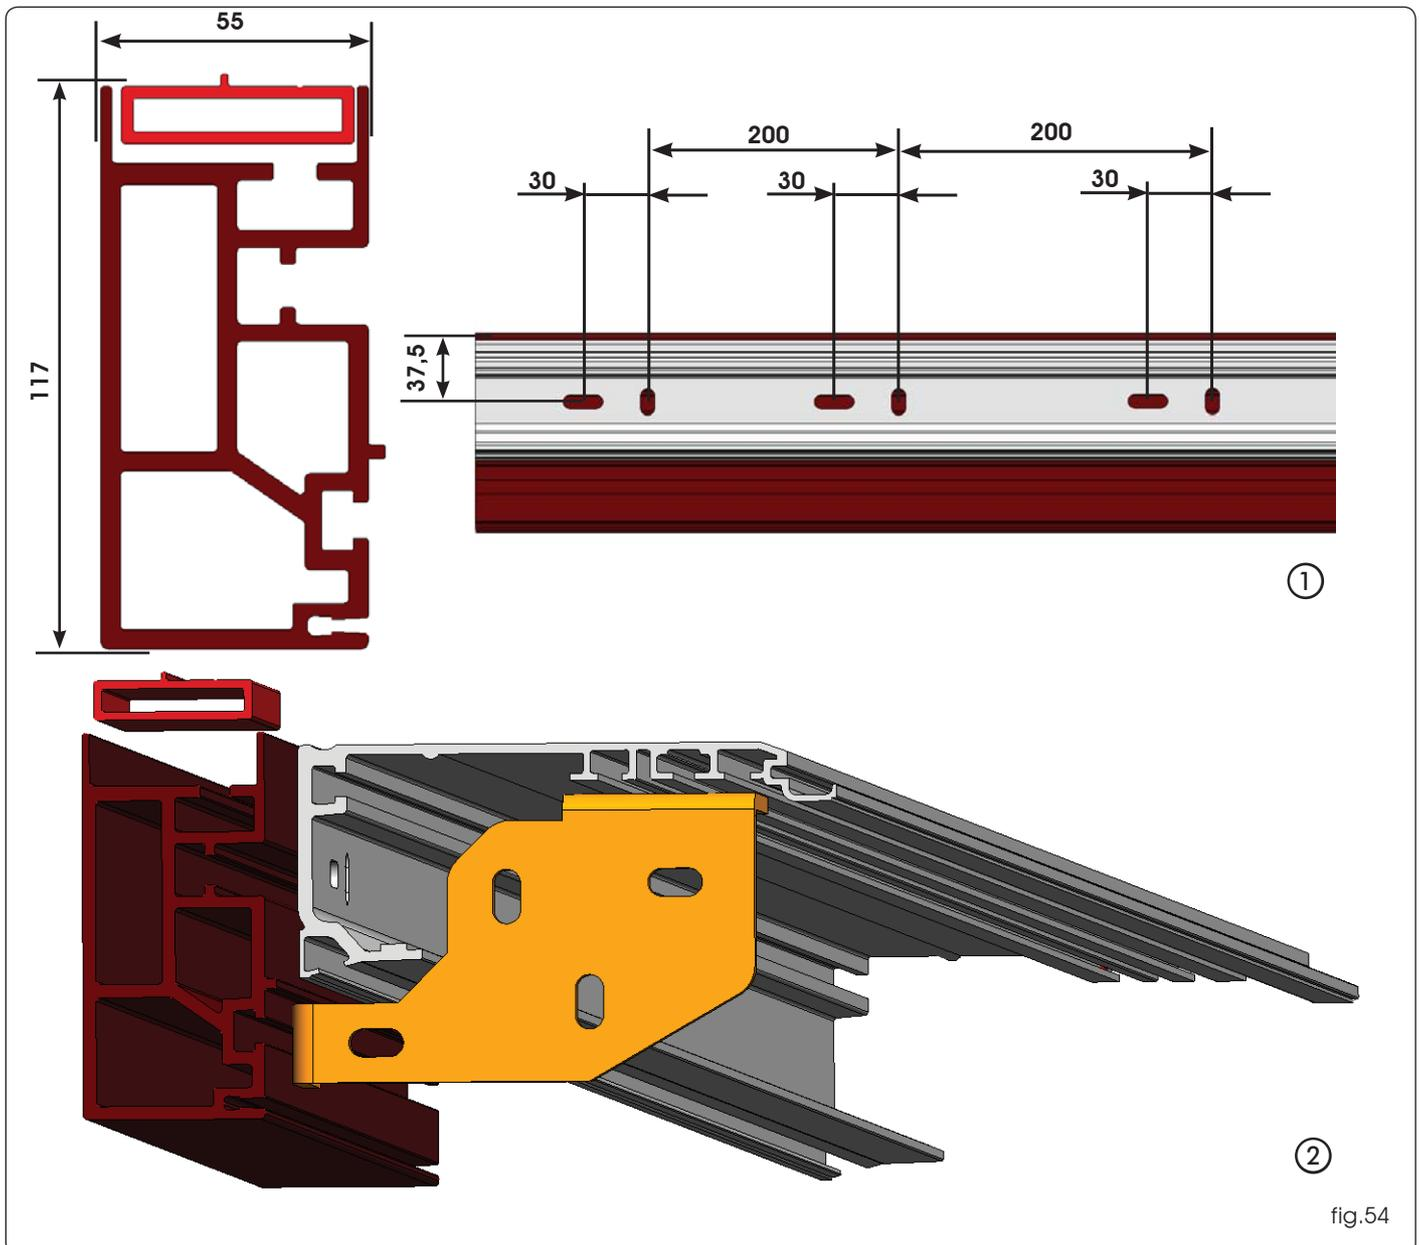

fig.54
- Réaliser une série de trous sur le profil autoportant à l'endroit indiqué sur la fig. 54 en les espaçant d'environ 200 mm.
- Établir l'emplacement exact du profil autoportant en tenant compte des encombrements indiqués sur la fig. 54 ①.
- Fixer la traverse autoportante à une extrémité. Soulever la traverse et la mettre à niveau parallèlement au sol. Fixer l'autre extrémité. Réaliser une fixation centrale en soulevant avec force la traverse pour aligner les trois points de fixation, fig. 54.
La traverse de l'automatisme avec le profil autoportant peut être fixée aux deux extrémités au moyen de l'accessoire « pattes latérales », fig. 54.
- Établir l'emplacement exact de la traverse en tenant compte des encombrements indiqués sur la fig. 54.
Suivant la longueur de la traverse, des fixations intermédiaires peuvent être nécessaires, en utilisant le rail indiqué dans la fig. 54.
- 3) Réaliser les trous nécessaires sur le profil autoportant dans la position indiquée sur la fig. 54 ①.